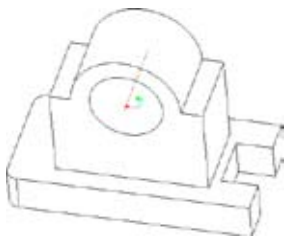

图3-11 创建基准平面示例
- 01 单击【快速访问】工具栏中的【打开】按钮, 打开“第3课\3-1基准平面.prt.1”文件，如图3-11所示。